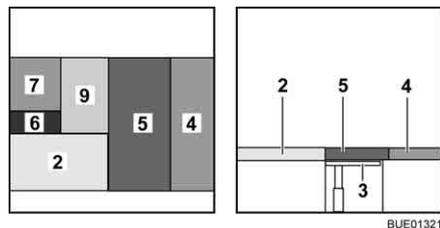

Fig. 141 Después de la transformación
- Desplegar el cojín adicional (Fig. 141,9) y colocarlo en la mesa.
- Colocar el cojín del asiento (Fig. 141,5) en el centro.
- Colocar el cojín del respaldo (Fig. 141,4) entre el cojín del asiento y la pared.